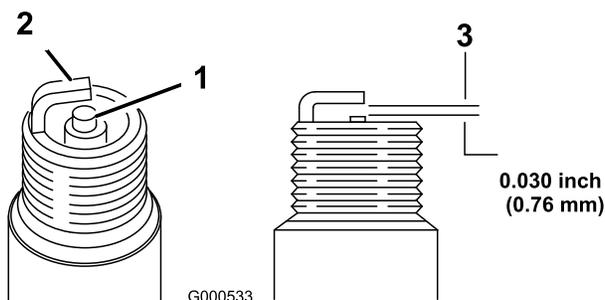

Figura 25
1. Controllate la candela (Figura 25).
- Controllate la distanza tra gli elettrodi centrale e laterale (Figura 25). Piegate l'elettrodo laterale se la distanza non è corretta.